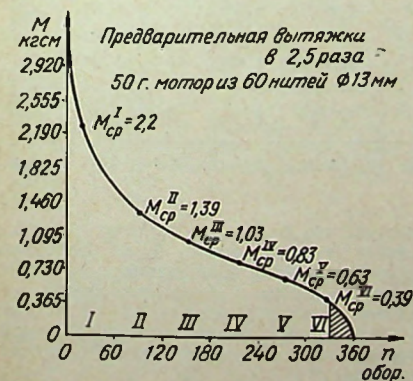
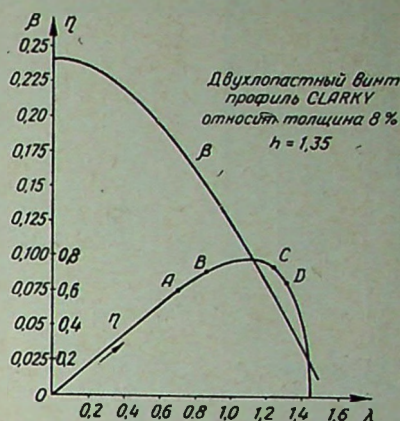

Рис. 1
Рис. 2
Одной из особенностей условий работы воздушного винта резиномоторной модели является непрерывное изменение величины крутящего момента. Как известно, это зависит от величины закрутки резиномотора: чем она больше, тем больше и крутящий момент. На рис. 1 показана для примера кривая раскручивания резиномотора весом 50 г, выполненного из венгерской резины, о которой подробно рассказывалось в статье Э. Смирнова (журнал «Крылья Родины» № 5 за 1956 год).
На рис. 2 показана кривая кпд винта η в зависимости от λ . Как видно, на некотором участке (между точками В и С) кпд достигает значения 0,7 и даже больше. Возникает вопрос: нельзя ли заставить винт резиномоторной модели работать все время на этом участке? Если бы это удалось, то кпд был бы близок к максимальному значению.
Ниже описывается винт, конструкция которого предусматривает уменьшение диаметра по мере падения оборотов так, что «рабочий» участок кривой кпд (рис. 2) сокращается (вместо AD до ВС), а это приводит к увеличению среднего значения кпд. Таким образом, описываемый винт изменяемого диаметра (ВИД) решает поставленную задачу.
РАСЧЕТ ВИНТА ИЗМЕНЯЕМОГО ДИАМЕТРА. Возьмем, например, резиномотор, диаграмма раскручивания которого приведена на рис. 1. Размечаем на оси оборотов шесть участков по 60 оборотов и находим для каждого из них среднее значение крутящего момента. Далее, зная скорость полета модели V (примем для примера 6 м/сек), подсчитываем для разных значений диаметра винта необходимые секундные обороты по двум формулам: формуле (1), приведенной выше, и формуле для подсчета момента, *потребного* для вращения винта:
На рис. 2 показана кривая β для винта с относительным шагом = 1,35. Имея эту кривую, расчет проводим в такой последовательности.
Задаемся рядом значений D и одним λ и, зная V , M_{cp} и ρ по формуле (3), находим n_s . Далее, для выбранного λ определяем β по рис. 2 и подсчитываем n_s по формуле (4).
Как видно из таблицы, обороты в обоих столбцах получаются разными. Выбираем для данного λ тот диаметр, который по обеим формулам дает одинаковые обороты. Так, в данном примере расчетный диаметр винта будет равен 0,53 м. Таким же образом определяем значение D для всех остальных участков, для которых выбираем разные λ , стараясь охватить весь участок кривой от В до С на рис. 2. В результате получаем таблицу, в которой приведены расчетные значения величин, включая значение кпд (η), определяемого по графику рис. 1.